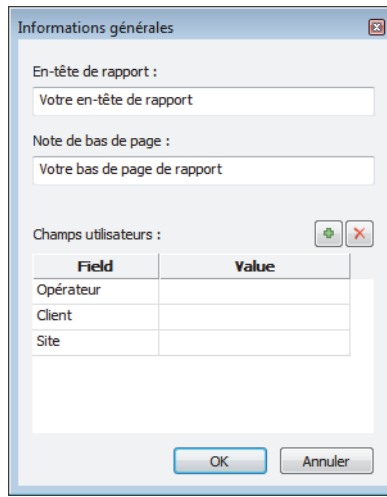

Figure 6-6 Boîte de dialogue Informations générales
2. Cliquez sur **Info générale** dans la barre de dialogue **Table d'indications** pour ouvrir la boîte de dialogue **Informations générales** et personnaliser le rapport HTML (Figure 6-6 à la page 193) :